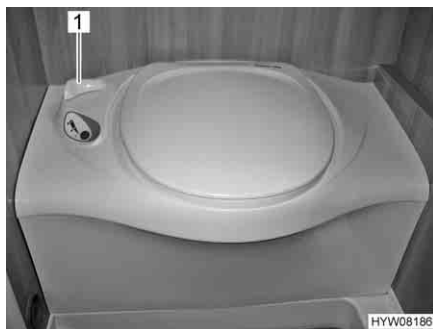

Bild 203 Thetford-Toilette
- Vor dem Spülen den Schieber der Thetford-Toilette öffnen. Dazu den Schieberhebel (Bild 203,1) entgegen dem Uhrzeigersinn drehen.
- Nach dem Spülen den Schieber schließen. Dazu den Schieberhebel (Bild 203,1) im Uhrzeigersinn drehen.